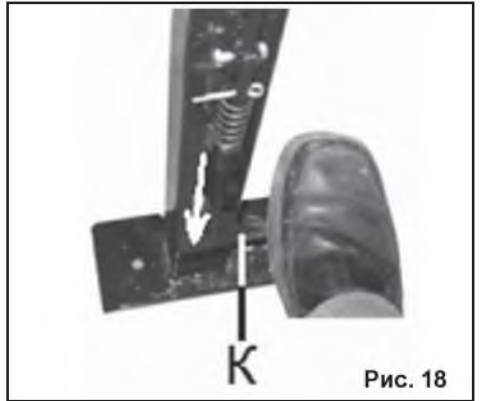
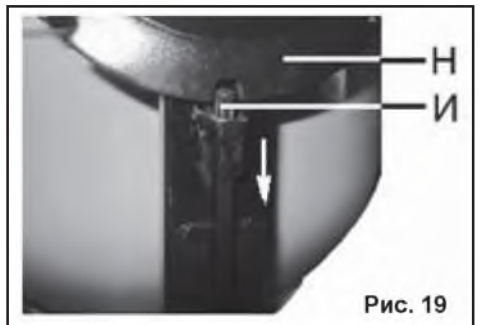

Рис. 18
Рис. 19
7.2. Для поворота ёмкости бетоносмесителя на выбранный вами угол необходимо, преодолевая усилие пружины, нажать ногой на тягу фиксации нижнюю (К) по направлению стрелки (Рис. 18). Тяга фиксации верхняя (И) по направлению стрелки выйдет из зацепления диска фиксирующего штурвала (Н) (Рис. 19). С помощью штурвала (Н) поверните на необходимый угол ёмкость бетоносмесителя, затем совместите паз диска фиксирующего штурвала (Н) с тягой фиксации верхней (И) в паз диска фиксирующего штурвала (Н) (Рис. 19) отпустите тягу фиксации нижнюю (К) (Рис. 18).